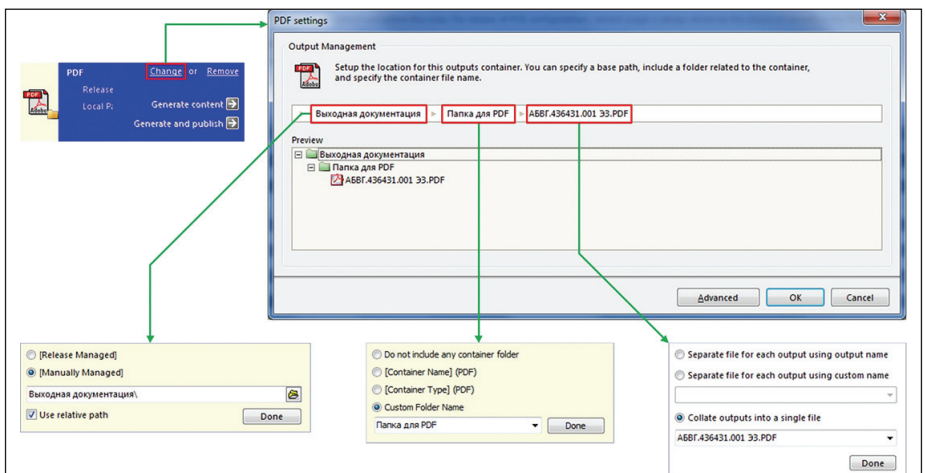

Рис. 22. Настройка PDF-контейнера
4. Теперь перейдем к настройке контейнера. Если нужного контейнера не существует, то для его создания в области *Output Containers* щелкнем левой или правой клавишей мыши на строке *Add New Output Container* и в выпадающем меню выберем тип контейнера *New PDF*. Теперь контейнер нужно настроить. Для этого щелкнем левой клавишей мыши на интерактивной строке *Change*. Откроется окно *PDF settings* (рис. 22). Здесь мы настроим папки вывода и имя PDF-файла, в который